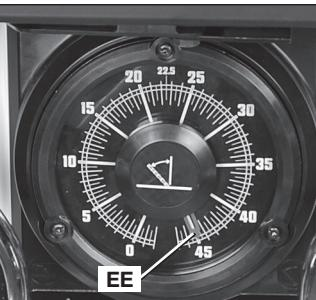

FIG. 24
Pour incliner la lame de la scie, desserrer le bouton de verrouillage (DD) fig. 23 dans le sens antihoraire et tourner le volant (CC). Un pointeur (EE) fig. 24 indique l'angle d'inclinaison sur l'échelle, par incrément d'un demi-degré.